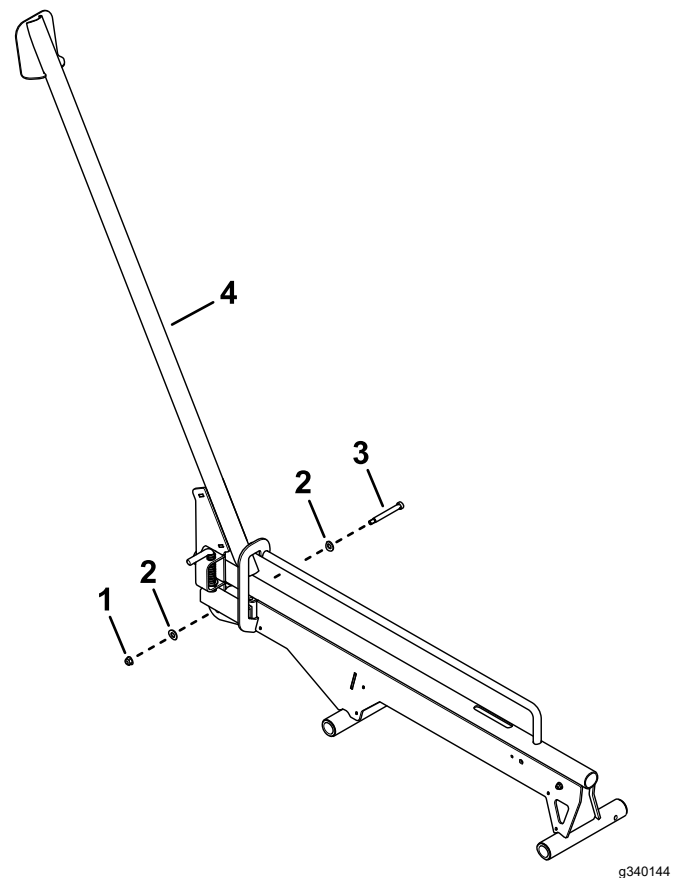

Bild 6
8. Verwenden Sie eine Bundmutter (5/16"), zwei Unterlegscheiben und eine Ansatzschraube, um die Rampenbaugruppe an der Schienenbaugruppe zu befestigen (**Bild 6**).